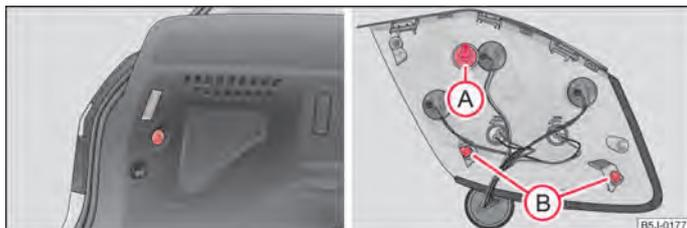

Abb. 165 Heckleuchteinheit ausbauen / Heckleuchteinheit einbauen
- Halten Sie mit einer Hand die Heckleuchteinheit fest und schrauben Sie mit der anderen Hand die Kunststoffmutter ab → Abb. 165 - links.
- Für den Wiedereinbau setzen Sie zuerst die Heckleuchteinheit mit der Schraube **A** in die Öffnung der Karosserie ein → Abb. 165.
- Halten Sie mit einer Hand die Heckleuchteinheit fest, schrauben Sie mit der anderen Hand die Mutter auf und ziehen Sie diese fest → Abb. 165.